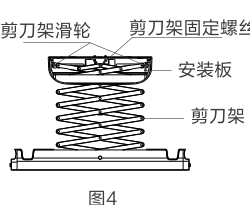

图4
1. 如图4, 将剪刀架滑轮扣入安装板滑槽, 将剪刀架螺丝锁紧。